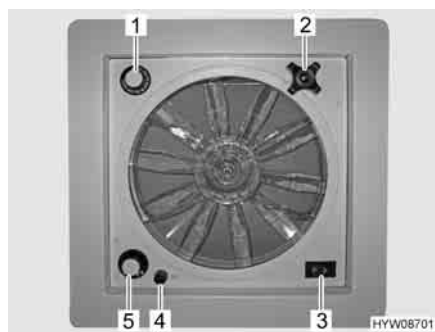

Fig. 52 Oblò con ventilatore
- Un fusibile da 4 A (Fig. 52,4) protegge da sovraccarico il motore del ventilatore. Se si verifica un sovraccarico: Individuare per prima cosa la causa (ad es. il ventilatore è sporco), poi sostituire il fusibile.
- Apertura oblò:* ■ Ruotare la maniglia girevole (Fig. 52,2), finché non si raggiunge l'angolo di apertura desiderato.
- Aerazione/sfiato:* ■ Portare l'interruttore a levetta (Fig. 52,3) su "Aerazione" (flusso d'aria dall'esterno verso l'interno) o "Sfiato" (flusso d'aria dall'interno verso l'esterno).
- Spegnimento del ventilatore:* ■ Portare l'interruttore a levetta (Fig. 52,3) sulla posizione centrale.
- Impostazione della velocità del ventilatore:* ■ Posizionare l'interruttore girevole (Fig. 52,5) sul grado desiderato:
- Impostazione della temperatura:* ■ Ruotare il termostato (Fig. 52,1) fino alla battuta in direzione "blu".